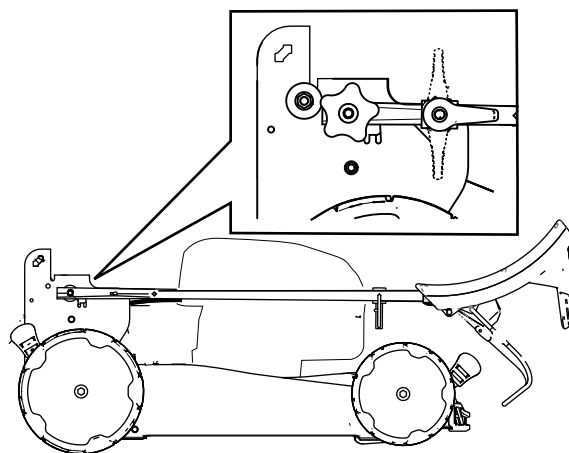

Bild 22
4. Klappen Sie den Holm nach vorne entweder in die ganz nach vorne geklappte Stellung, wie in Bild 22 dargestellt.